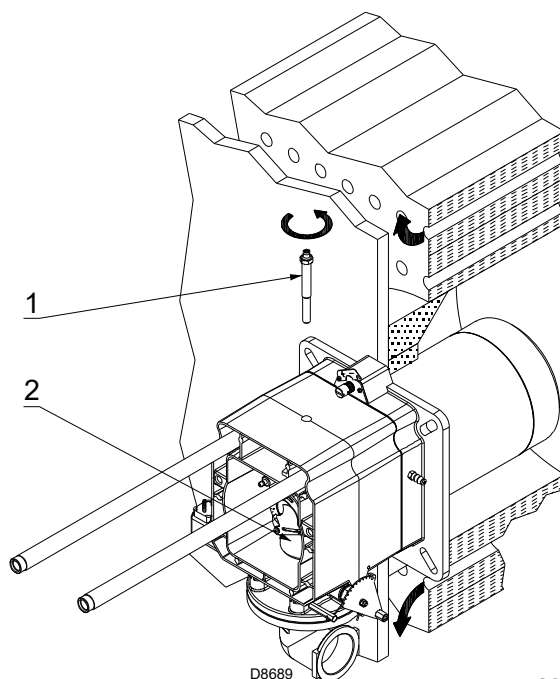

Abb. 12
- Entfernen Sie die Schraube 1)(Abb. 12);
- ziehen Sie den Innenteil 2)(Abb. 12) des Kopfs heraus und führen Sie die Einstellung durch.
An dieser Stelle der Installation ist der Flammkopf am Kessel wie in Abb. 12 angebracht.